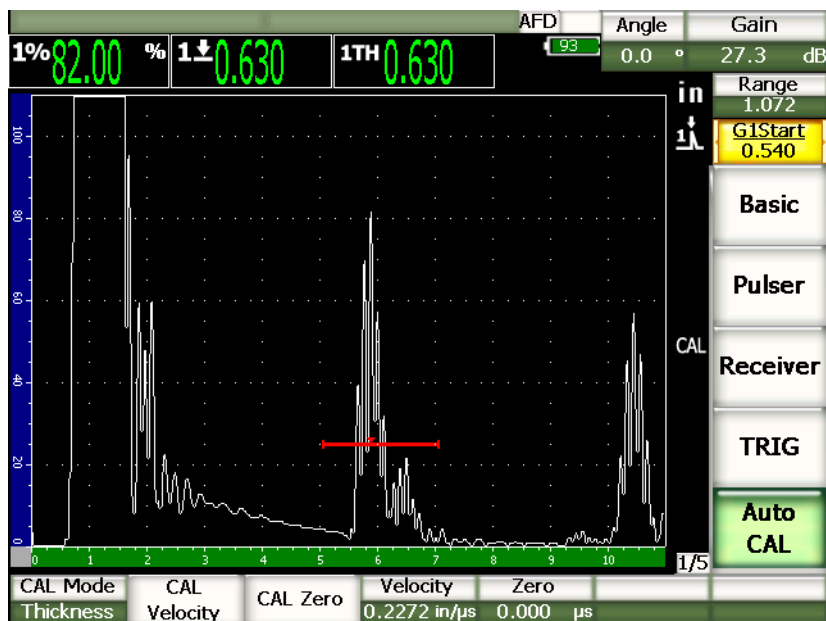

Рис. 9-3 Второй эхо-сигнал в стробе
8. Введите известное значение толщины для сигнала в строке (в нашем примере это 0,200") и затем нажмите **Continue**, чтобы перейти к следующему этапу калибровки (см. Рис. 9-3 на стр. 140).